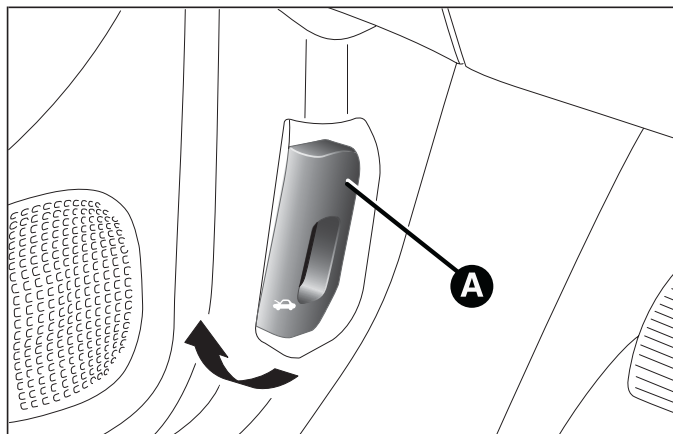

fig. 61
- tirare la leva A fig. 61 nel senso indicato dalla freccia;